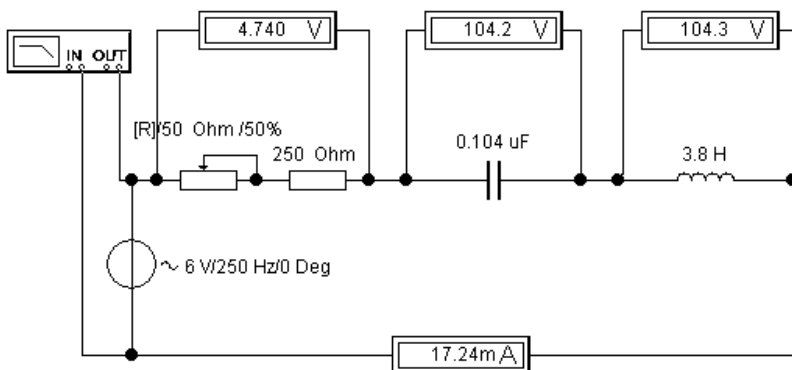
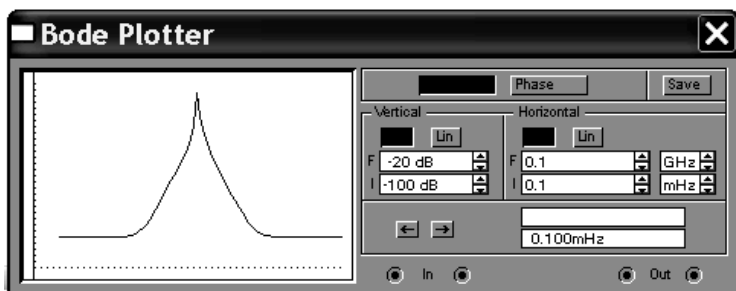

Рис. 7. Явление резонанса напряжений в последовательной RLC-цепи
Рис. 8. Резонансная кривая, выводимая Бode-плоттером
2. Изменяя частоту генератора, определить резонансную частоту цепи и вывести на экран Боде-плоттера резонансную кривую (рис. 7 и рис. 8).